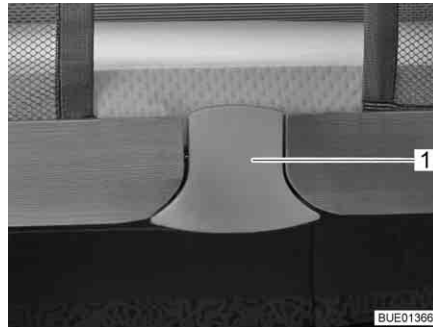
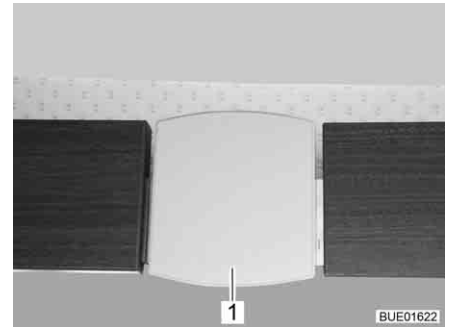

Bild 134 Låsning (Elegance)
Bild 135 Låsning (Viseo)
- Dra låsplatta (Bild 134,1 resp. Bild 135,1) nedåt. Låset är upplåst.